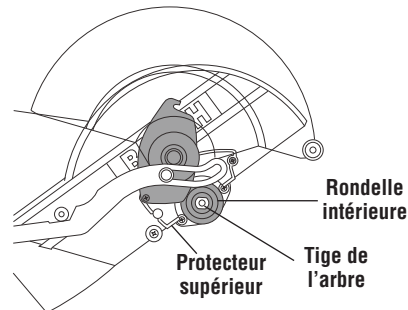

Figure 3. Pose de lame
6. Pour installer une lame de 12 po, positionnez celle-ci entre les déflecteurs à copeaux et placez-la sur la tige de l'arbre puis sur l'épaulement de 1 po dont est dotée la rondelle intérieure (Figure 3). REMARQUE : Assurez-vous que la flèche de rotation de la lame correspond à la flèche de rotation en sens horaire sur le protecteur inférieur.